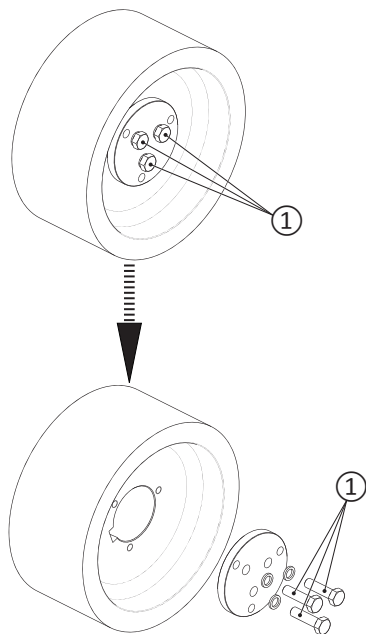
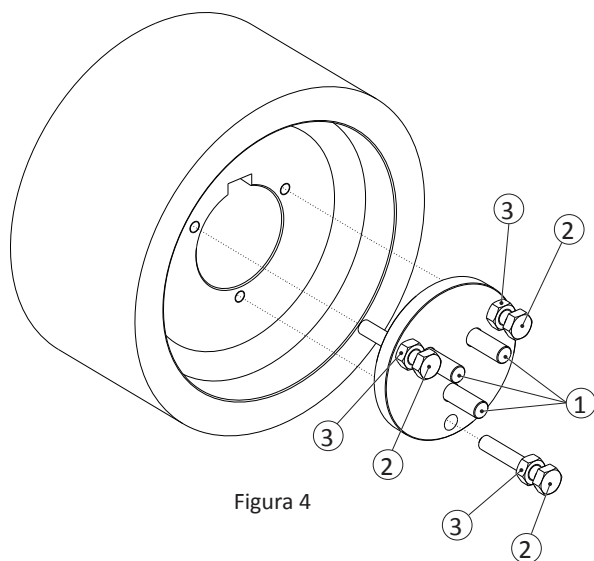

Figura 3
Figura 4
- Svitare le viti di fissaggio ① “Figura 3” e posizzarle come rappresentato in “Figura 4”.
- Avvitare i dadi ③ nelle viti ② e posizzarli come rappresentato in “Figura 4”.
- Avvitare per 15/20 mm le viti ② nei fori filettati presenti sulla puleggia.
- Procedere all’estrazione della puleggia serrando con sequenza circolare i dadi ③, mantenendo le viti ② fisse sulla puleggia.
① VITI M12x45
② VITI M10x60 (non presenti nella fornitura)
③ DADI M10 (non presenti nella fornitura)